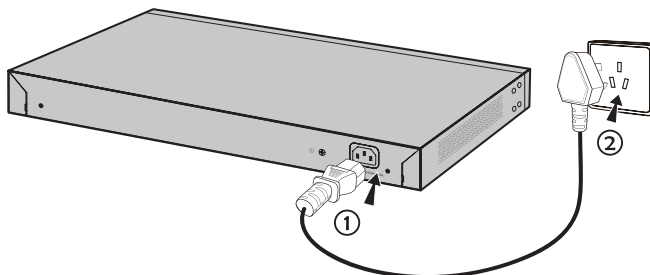

图3-3 电源线连接示意图
2. 使用无线控制器原装电源线连接无线控制器与电源插座，如图3-3所示。